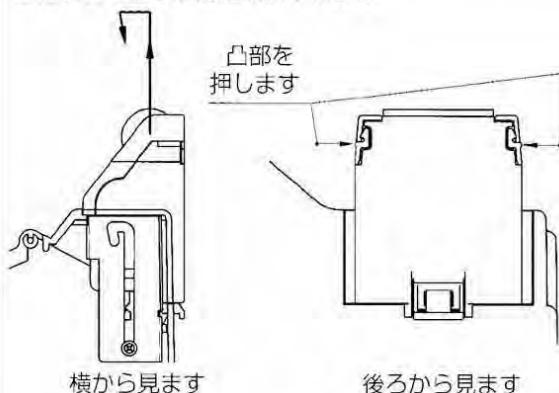

図1
1. プリンタの両側の凸部を押して、前部を上引き上げます。(図1)